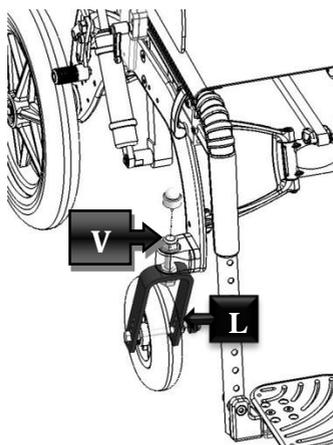

Figura 43
Retire as duas tampas de porcas evidenciadas na Figura 43 puxando com uma força ligeira, desenrosque a porca (L) com uma chave para parafusos de cabeça sextavada de 13 mm e retire a roda; a seguir, desenrosque a porca (V) com uma chave para parafusos de cabeça sextavada de 19 mm e extraia a forqueta.